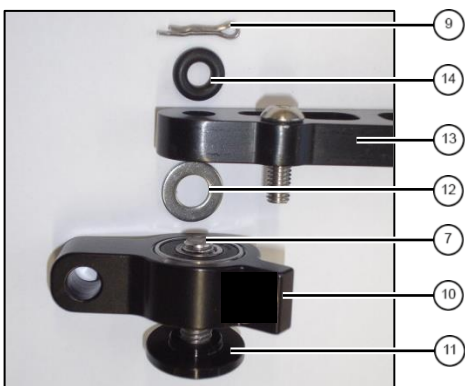

Abb. 5: Gelenkblock
5. Gelenkblock ⑩ mit Schraube ⑦ mit Gewindekleber, Lenkungslagerdeckel ⑪ und Unterlegscheibe ⑫ von unten an Lenkarm ⑬ befestigen (siehe Abb. 5). **Anzugsmoment 8Nm.**
6. O-Ring ⑭ aufstecken und Splint ⑨ montieren (siehe Abb. 5).